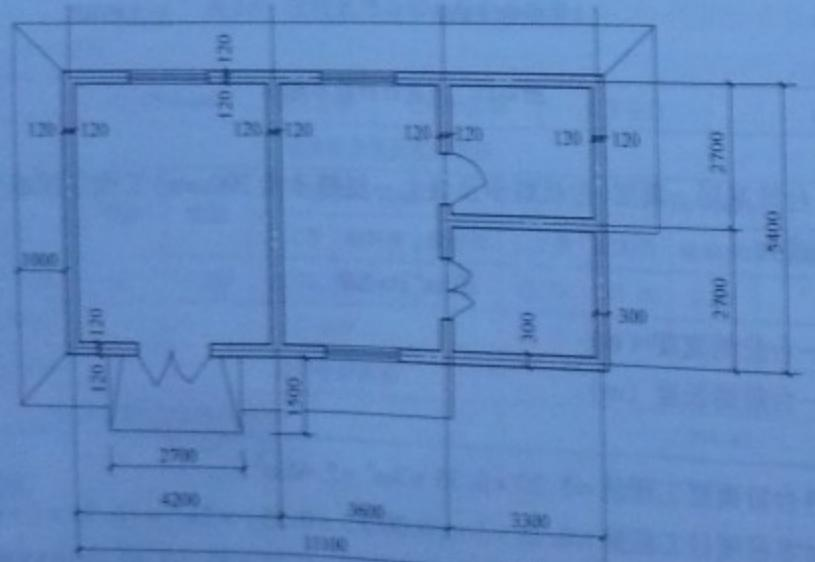

图 2-13 某房屋平面图
**【例 2-13】** 某房屋平面如图 2-13 所示。已知内、外墙墙厚均为 240mm, 要求计算: